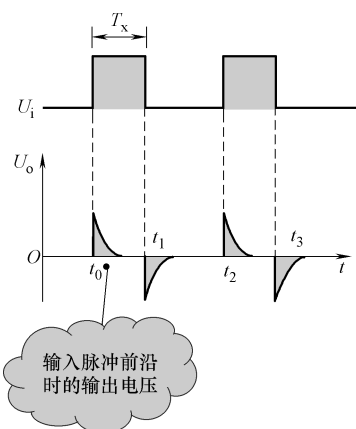

图 9-118 示意图
1) 输入脉冲前沿期间分析。当输入脉冲出现时，输入信号从零突然跳变到高电平，由于电容  $C_1$  两端的电压不能突变， $C_1$  相当于短接，相当于输入脉冲  $U_i$  直接加到  $R_1$  上，此时输出信号电压等于输入脉冲电压，如图 9-118 所示。